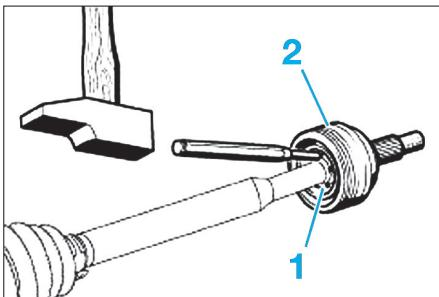

Fig. 5
- A l'aide d'un chasse-goupille et d'un marteau, frapper sur le moyeu à bille (1) afin de désolidariser le joint homocinétique (2) de l'arbre de transmission (**Fig.5**).